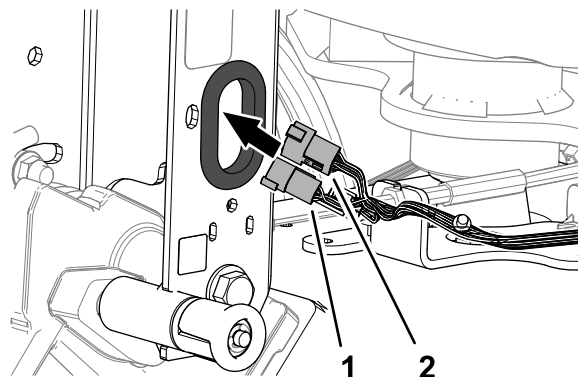

**Figura 8**
1. Instradate il connettore a 6 pin e il connettore a 12 pin del cablaggio preassemblato della macchina attraverso la boccola nel canale della maniglia (**Figura 8**).